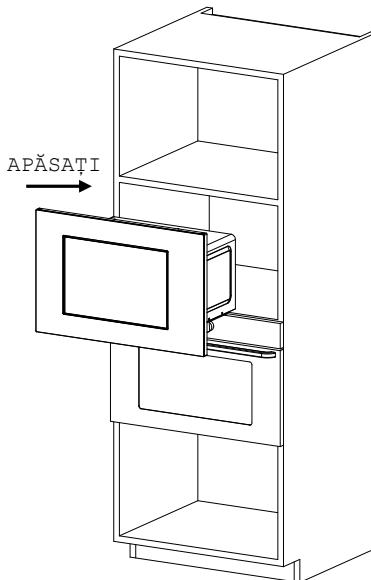

Fig. 1
② INSTALĂRII :
- a) Puneti cuptorul cu microunde în dulapul încorporat și împingeți-l înainte până la capăt. (Fig. 1)